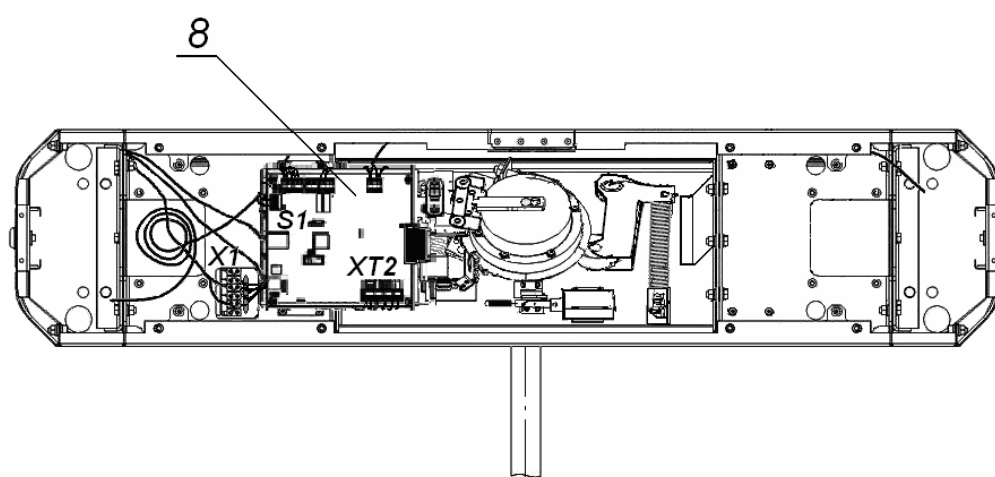

Рисунок 10. Схема прокладки кабелей в стойке ЭП:
10. Снимите крышку ЭП (3), отвернув ключом установочный винт (19). Порядок снятия крышки указан в разд. 6.
11. Протяните кабели внутри стойки. Рекомендуемое расположение кабелей при прокладке внутри стойки показано на рис. 10.